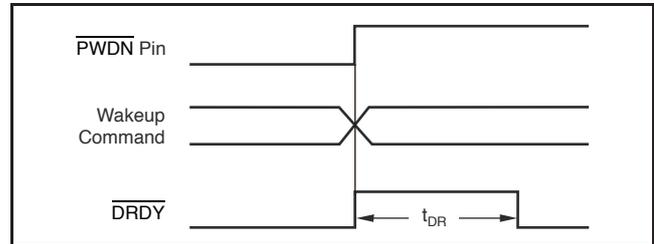

図41. PWDN 端子およびウエークアップ命令のタイミング (t_{DR} は表12で示す)
パワーダウン状態では、デバイス出力がアクティブであり続けますので、デバイス入力フローティングにはしてはならないことに注意願います。スタンバイ命令が送信される場合、SPI ポートおよび各設定レジスタはアクティブのままです。図41および表12にタイミングを示します。
(1) 新データまでの時間は、図41および表12を参照のこと。